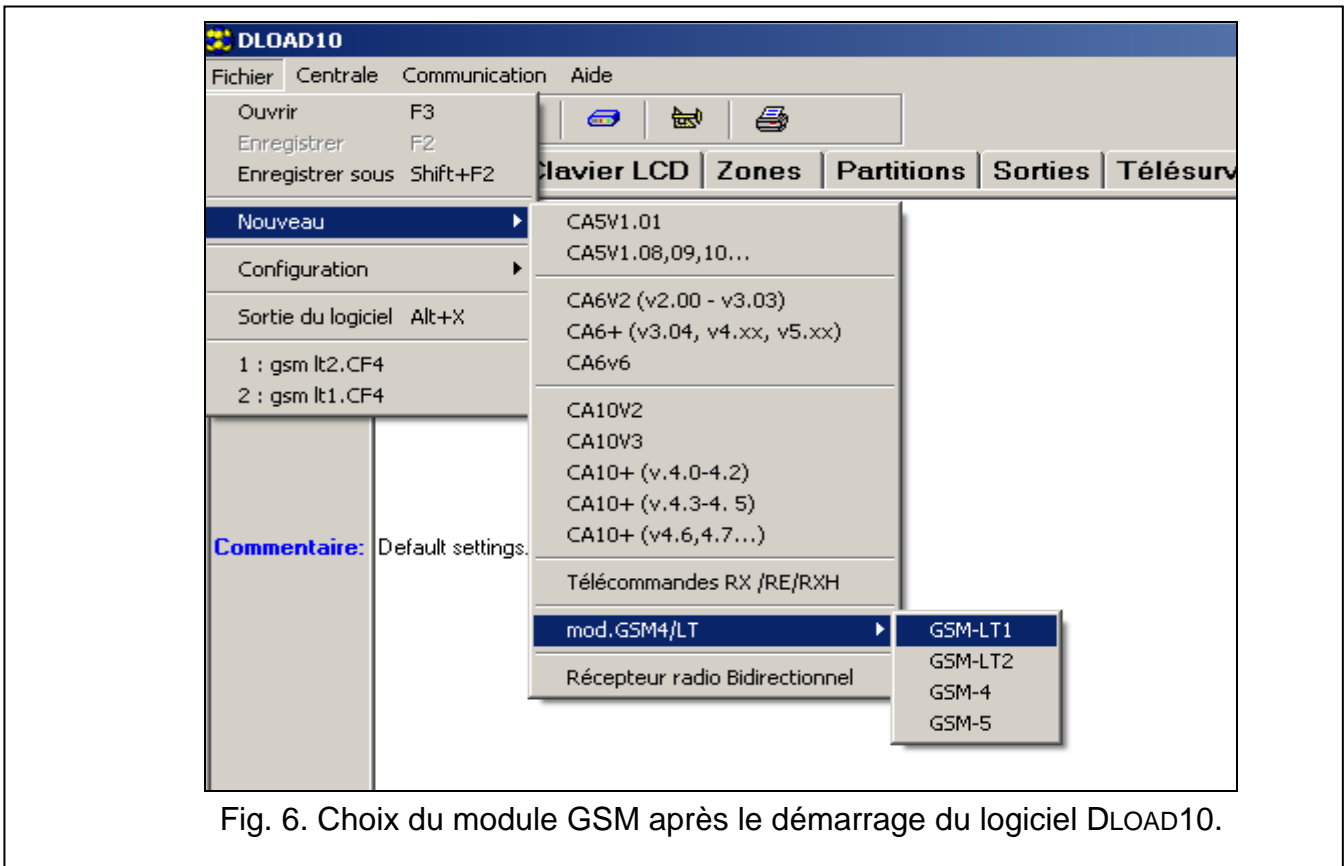

Fig. 6. Choix du module GSM après le démarrage du logiciel DLOAD10.
2. Dans le programme DLOAD10, au menu « Fichier », sélectionner d'abord « Nouveau », ensuite « Module GSM » (voir : fig. 6).